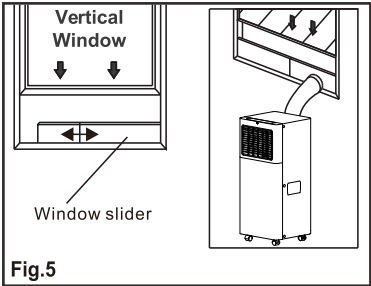

Fig.5
4. Coloque la salida de la manguera en el kit de deslizamiento de la ventana y séllela. (Fig.5&6)..